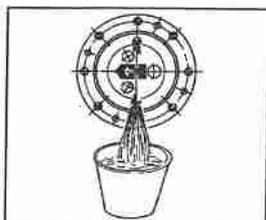
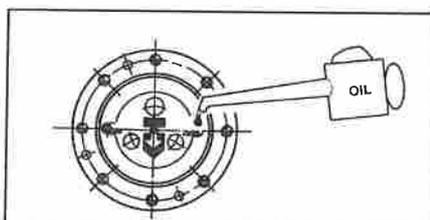

Fig.20
Fig.21
- 12) Sustituir el aceite de los reductores de rueda. Para ello, situar la reductora en posición según Fig. 20 y soltar el tapón. recoger el aceite en un recipiente adecuado. Girar la reductora para situarla en la posición indicada en Fig. 21 y llenar con aceite nuevo, hasta el nivel.